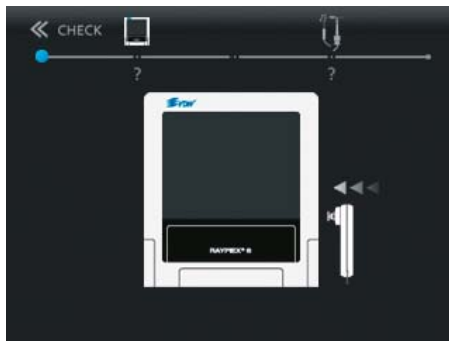

Fig. 29 Koppla in testkontakten
- Koppla in testkontakten i apparaten enligt anvisningarna på skärmbilden (fig. 29).